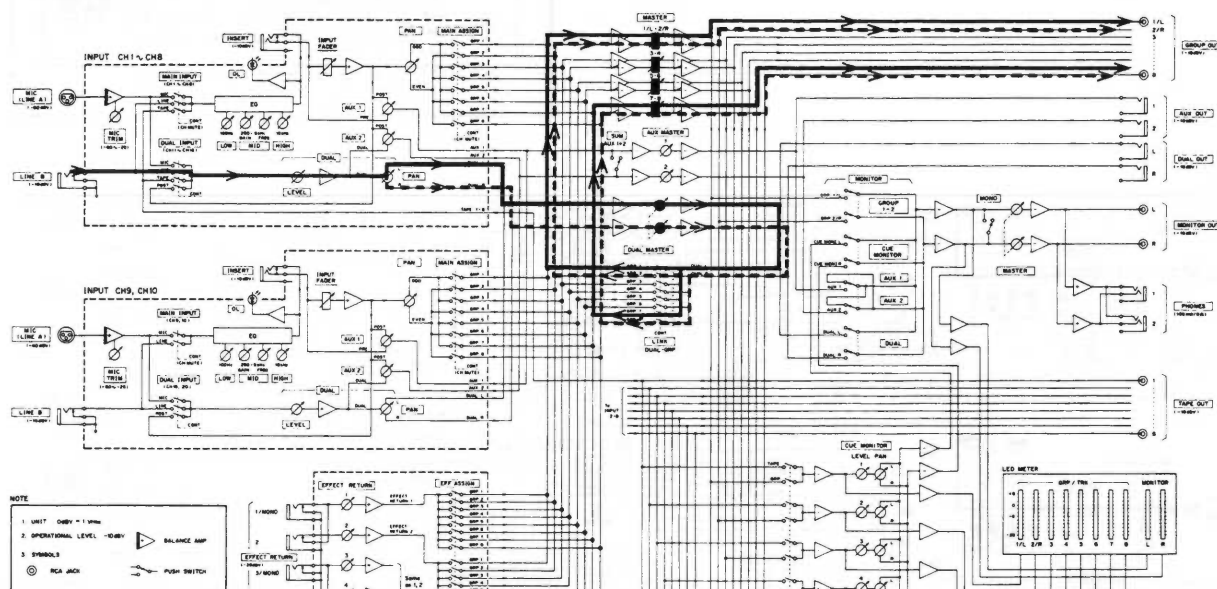

Fig. 5-9 / 図5-9
**5-12. LINK DUAL-GROUP SWITCH (LINE INPUT JACK → GROUP OUT JACK: Figure 5-9)**
**5-12. LINK DUAL-GRP スイッチ (LINE IN→GROUP OUT : 図5-9)**